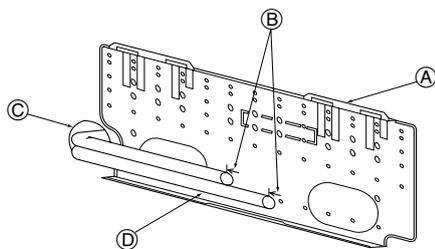

Fig. 3-5
① Introduzca un hilo en el orificio y átelo.
② El nivel se puede comprobar fácilmente si se cuelga una plomada de la cuerda y se alinea ésta a la marca.
3.3. Cuando coloque los tubos en la pared (Fig. 3-5)